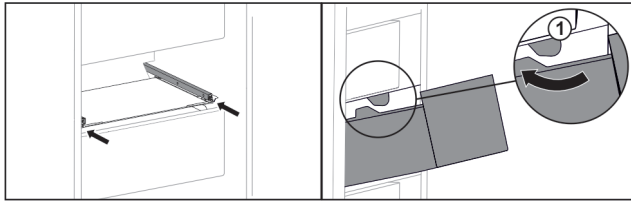

Fig. 31
- ▶ Guider le tiroir en contournant les butées Fig. 31 (1).*